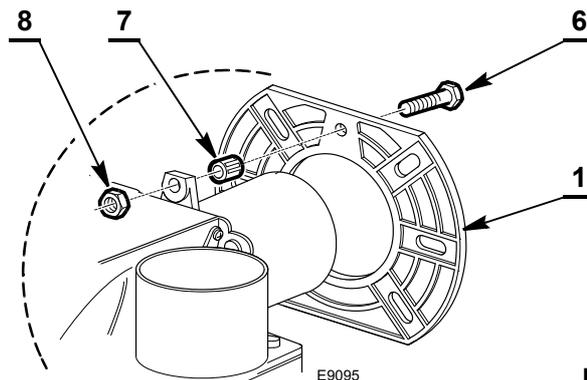

Fig. 6
- le modèle (A) (Fig. 6) et le type du brûleur (B) ;
- l'année de construction codifiée (C) ;
- le numéro matricule (D) ;
- les données concernant l'alimentation électrique (E) ;
- les types de combustible utilisés et les pressions d'alimentation correspondantes (F) ;
- les données de puissance minimale et maximale du brûleur (H) (voir plage de puissance).
- Fixer le boulon 6) et l'écrou 7) sur la bride 1) comme montré sur la Fig. 6.
- Fixer l'écrou de sûreté 8)(Fig. 6) sur le boulon 6)